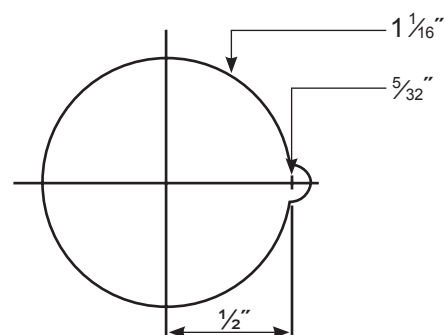

Figure 4 - dimensions des trous
- 4 Utilisez une mèche de 4 mm et percez le trou (figure 4).